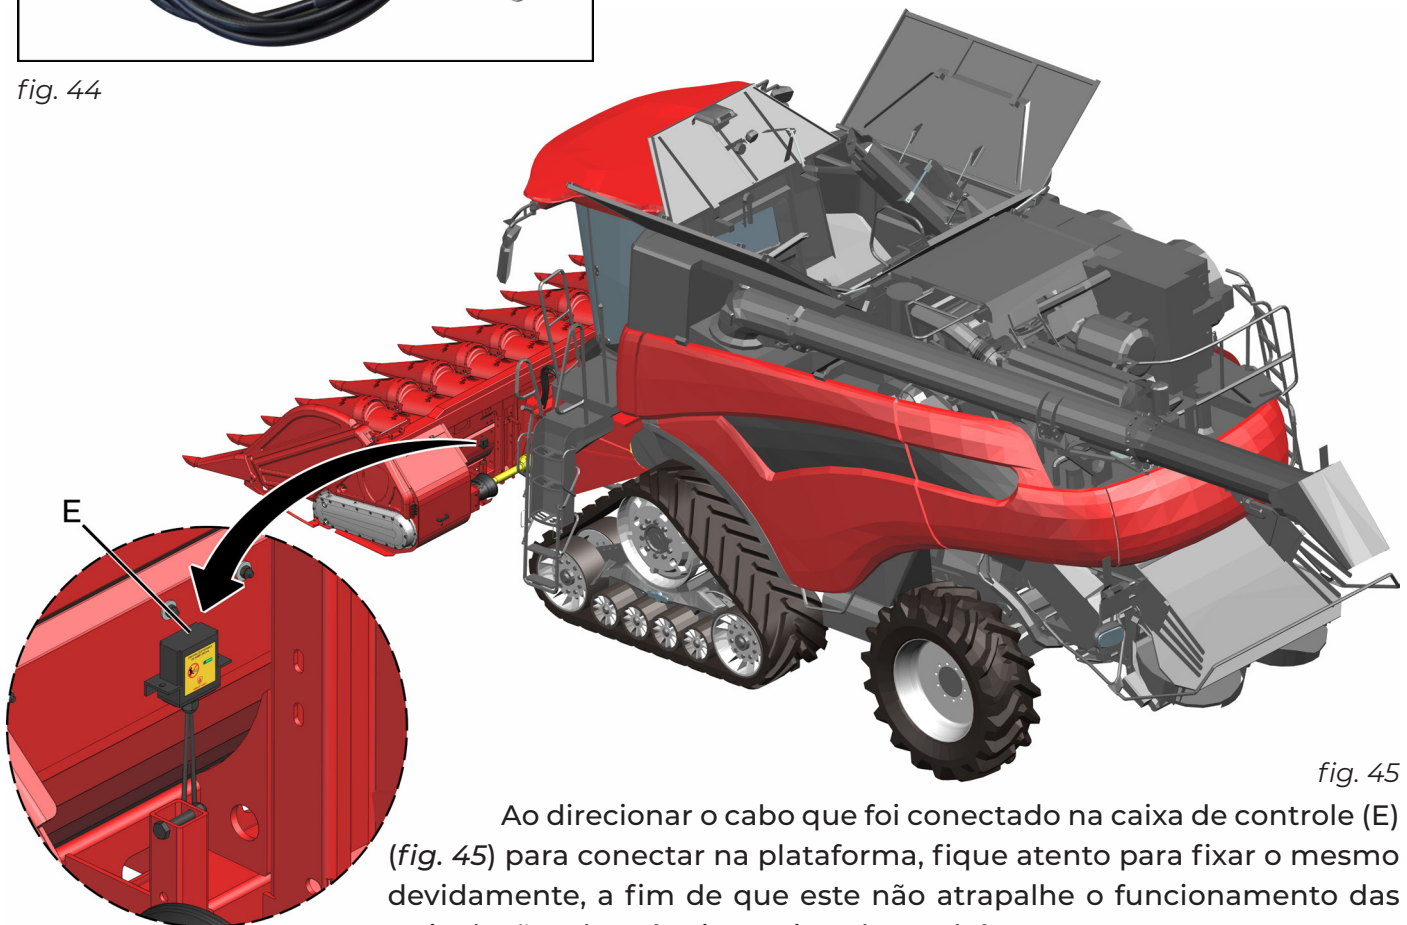

fig. 45
Ao direcionar o cabo que foi conectado na caixa de controle (E) (fig. 45) para conectar na plataforma, fique atento para fixar o mesmo devidamente, a fim de que este não atrapalhe o funcionamento das articulações da máquina, evitando também a sua ruptura.